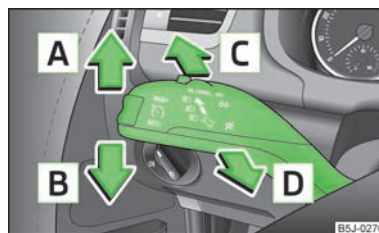

Fig. 25
- Pressione a alavanca dos pisca-piscas » Fig. 25 para cima ou para baixo - os mínimos acendem-se do lado direito ou esquerdo do veículo.
- Pressione a alavanca para cima **A** ou para baixo **B** » Fig. 25.